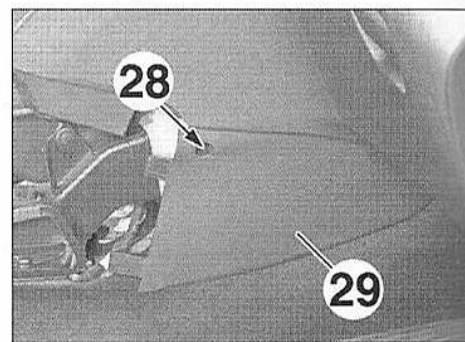

FIG.21
- De chaque côté (Fig.21) :
- Déposer la vis (28).
- Dégrafer et déposer la garniture latérale de console centrale (29).